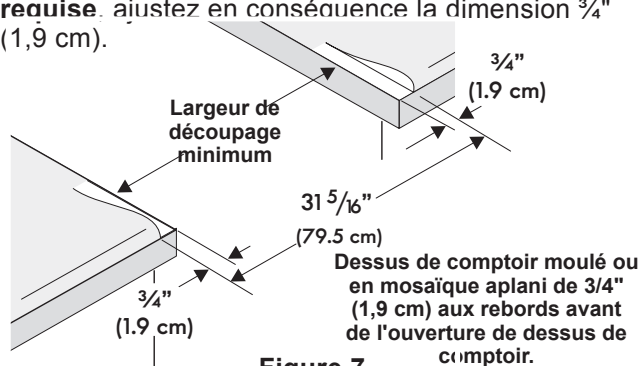

Figure 7
- Les dessus de comptoir au **rebord avant moulé** doivent être aplanis de $\frac{3}{4}$ " (1,9 cm) à chaque coin avant de l'ouverture (Figure 7).
- Il est possible qu'il soit nécessaire d'araser de $\frac{3}{4}$ " (1,9 cm) les dessus de **comptoir en mosaïque** à chaque coin avant et/ou d'aplanir le rebord arrondi (Figure 7).